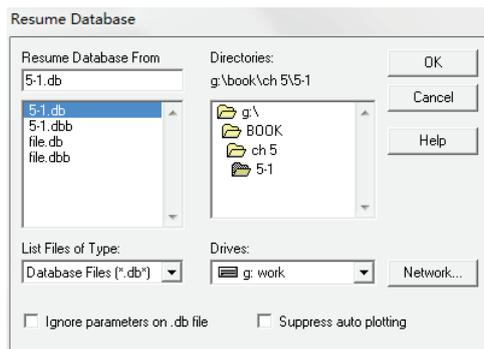

图 5-15 恢复文件“5-1”数据库
(1) 选择【Utility Menu】/【File】/【Resume from...】命令, 弹出【Resume Database】对话框, 选中素材文件“5-1.db”, 如图 5-15 所示。